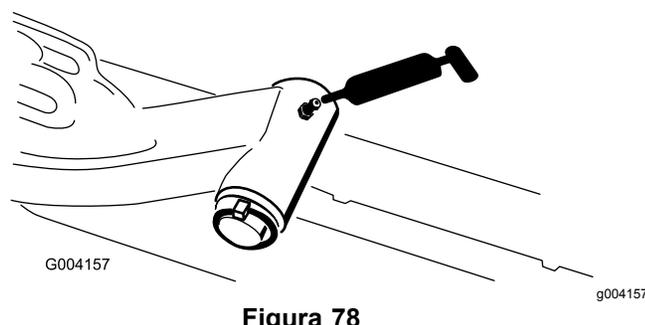

Figura 78
- Veio da articulação do braço de elevação (1 cada) (Figura 78)